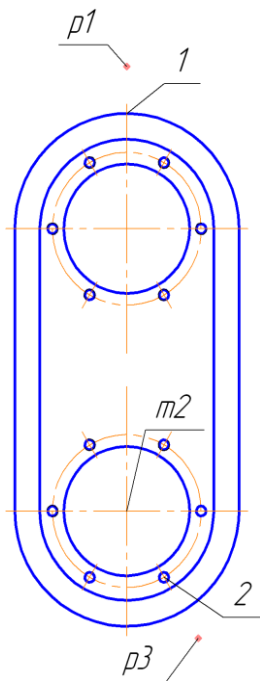
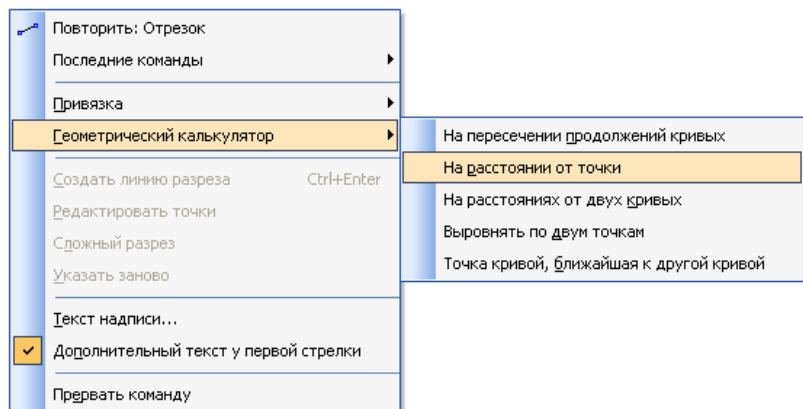

Рис. 110
Рис. 111
Ламаний розріз будується за трьома точками *p1*, *m2*, *p3* (рис. 110). Для точного визначення точок лінії січної площини використовують меню **Геометрический калькулятор**.
1. Натяти кнопку **Точка**  на *Инструментальной панели Геометрия* (рис. 12). Натяти праву клавішу миші та вибрати меню **Геометрический калькулятор – На расстоянии от точки** (рис.111).
Указать точку 1 (рис. 110). На *Панели свойств* ввести *Расстояние* – 10мм, *Угол* - 90° (рис.112). Отримуємо першу точку розрізу *p1*.
2. Нажати кнопку **Точка**  на *Инструментальной панели Геометрия*. Нажати праву клавишу миші та вибрати меню **Геометрический калькулятор** – **На расстоянии от точки** (рис.111). Указать точку 2 – центр отора з різьбою (рис. 110). У *Панели свойств* ввести *Расстояние* – 15мм, *Угол* - 300° . Отримуємо третю точку розрізу *p3*.